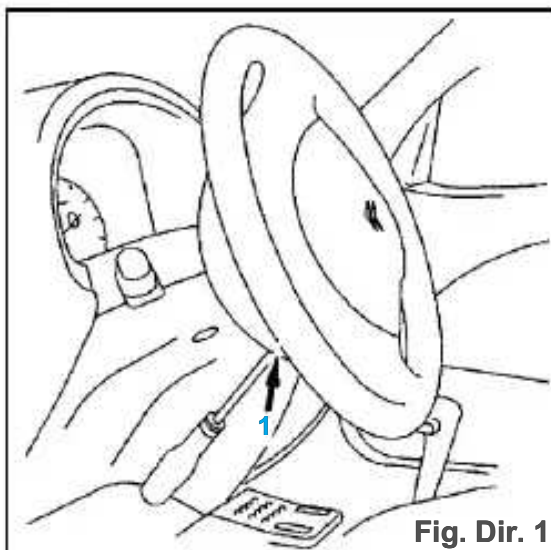

Fig. Dir. 1
- Quitar los tornillos (1) A cada lado (tornillo **TORX 20**) (Fig. Dir. 1).